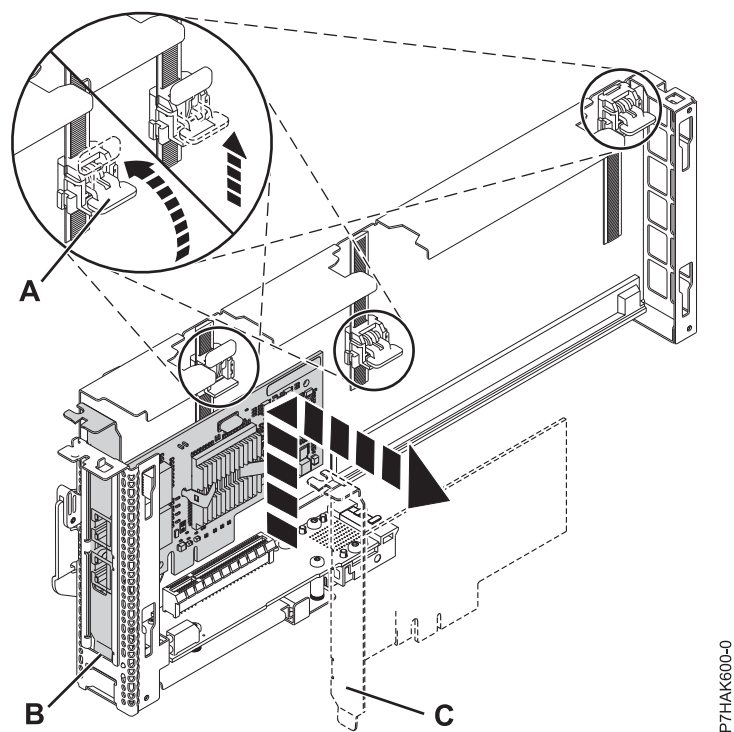

図 27. PCI アダプター・カセットから取り外されたアダプター
- a. 保持クリップ (A) を水平位置まで回転して、アダプター保持具をアンロックする。 41 ページの図 27を参照してください。